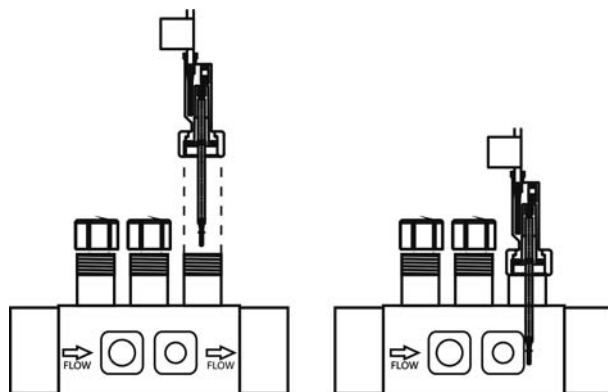

Fig. 10
2. Instalar o detector de fluxo (interruptor de fluxo) fornecido sempre na posição vertical no porta-sensores fornecido com o equipamento (fig. 10).